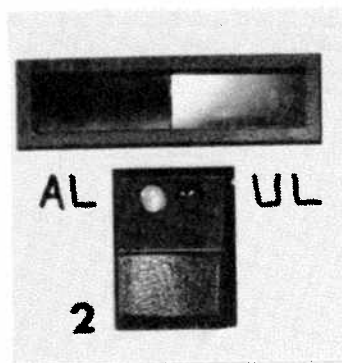

Bild 92. Expeditionsomkastare
På expeditionsomkastarna finns två lysdioder, en anropslampa (AL) med gulaktigt sken och en upptagetlampa (UL) med rött sken. Se bild 92.